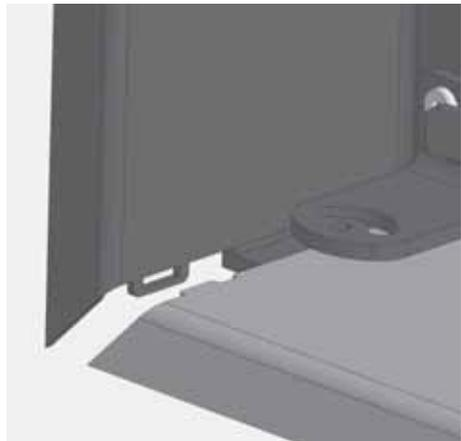

Abb. 2.72 Verbindung seitliche und untere Blende
- ⑥ obere Blende ansetzen - dabei Blendenende seitlich in die Aufnahme der seitlichen Blende auf der Türanschlagseite einschieben (siehe Abb. 2.72)